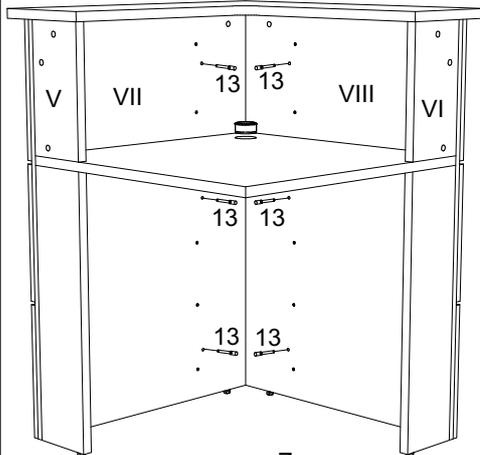

рис. 7
Установить верхнюю столешницу с коробом и закрепить, поворачивая эксцентрики в передних панелях (VII, VIII) и стойках (V, VI) по часовой стрелке. Левый (XI) и правый (XII) бока короба к передним панелям крепить при помощи конфирматов 7x50 (13). В столешнице (II) заглушку для проводов (12) (рис. 7).